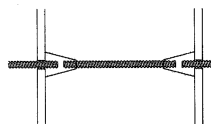

图 9 五节穿墙螺栓
(6) 窗口穿墙螺栓加密 在门窗洞口内侧将穿墙螺栓孔加密,并贴近模板边框,既保证了外墙面穿墙孔不增加,又增强了门窗洞口模板与墙面大模板的紧密程度,减少了此处阳角的漏浆。
(7) 五节穿墙螺栓 穿墙螺栓采用五节式锥体螺栓(见图 9),其锥体与模板面接触面积较大,中间加海绵垫圈保证不漏浆。锥体、丝杆均为定尺带限位机构,拧紧即可保证墙体厚度,此处不用加顶棍。